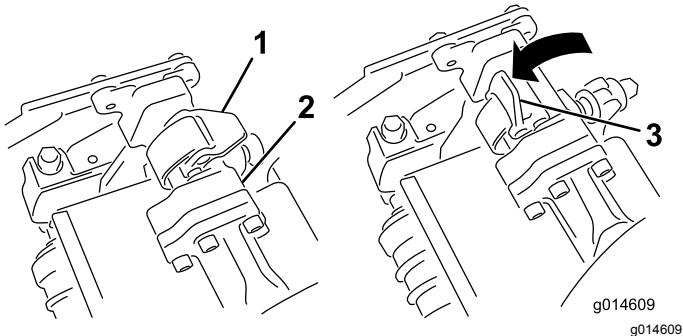

Figura 29
- Com os fechos na barra do braço de suspensão a apontar para cima (i.e. abertos) (Figura 29),
4. Feche os fechos para baixo e em redor da barra da unidade de corte e bloqueie-os no sítio (Figura 29).
4. Abra os fechos na barra do braço de suspensão da unidade de corte que está a remover (Figura 29).